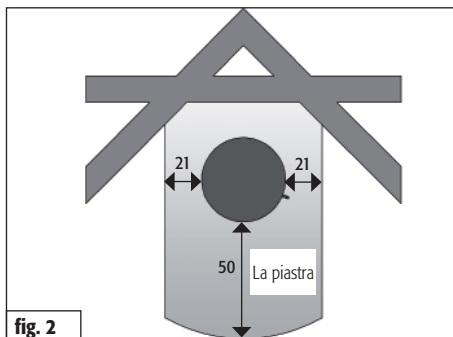

fig. 2
**Descrizione delle distanze di sicurezza senza funzione di rotazione. Nel caso sia necessaria una piastra di fondo, le sue misure devono essere adattate alla zona girevole della stufa. (fig. 2)**